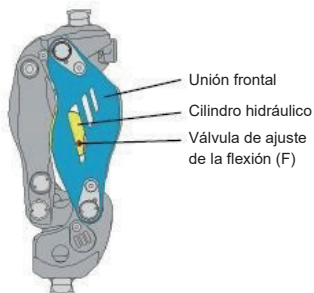
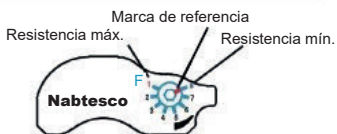

Imagen 11. Ubicación de la válvula de ajuste de la flexión
Imagen 12. Escala de la válvula de ajuste de la flexión
Como se muestra en la Imagen 11, la válvula de ajuste de la flexión (F) está ubicada a la derecha desde el punto de vista del usuario. Como se muestra en la Imagen 12, la escala se gradúa de «1» a «8». «1» corresponde a la máxima resistencia hidráulica y «8» corresponde a la mínima.